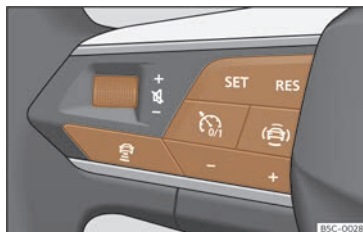

Fig. 110 Sur le volant multifonction : bouton de commande de l'ACC.
- Appuyez sur la touche  du volant multifonction >>> fig. 110.
- Pour commencer le réglage, appuyez sur la touche **SET** >>> **fig. 110**.
Pour programmer la vitesse, appuyez sur les boutons + ou - >>> **fig. 110** jusqu'à la vitesse souhaitée. Le réglage de la vitesse s'effectue par intervalles de 10 km/h (5 mph).
- Appuyez sur la touche  puis sur la touche + ou - >>> **fig. 110**.
- Appuyez brièvement sur la touche  >>> **fig. 110** ou sur la pédale de frein.